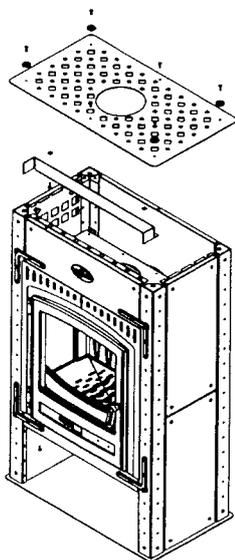

Fig. 12
- 3° - Effectuer le raccordement au conduit de fumée et placer l'équerre de calage (Fig. 12).